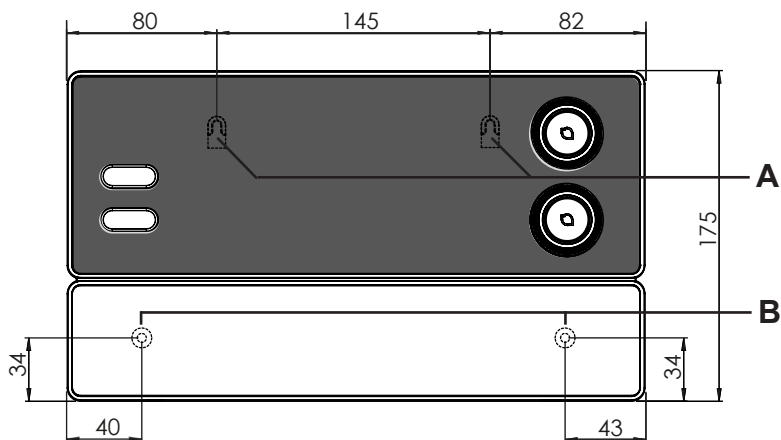

Fig. 1 Posição do dispositivo de suspensão e dos orifícios de montagem (dimensões em mm)
1. Enrosque dois parafusos de fenda em cruz (16 mm) na parede da sauna, até uma distância de 7 mm, a uma altura de aprox. 1,70 m. Ambos os parafusos têm de ficar a uma distância de 145 mm entre si (ver **Fig. 1**).
3. Engate o comando de sauna com a ajuda do dispositivo de suspensão **A** nos parafusos de fenda em cruz montados (ver **Fig. 1**).
4. Enrosque dois parafusos de fenda em cruz (16 mm) nos orifícios de fixação inferiores **B** (ver **Fig. 1**).